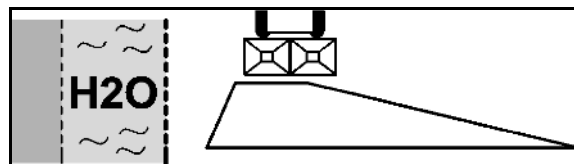

図 77
1. Düngeverordnung (肥料に関する指令) に基づく境界散布 (図 77):